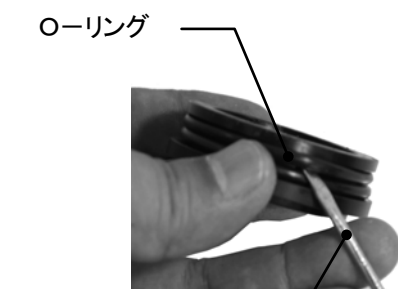

図7-12
- (5)O-リングを小さなマイナスドライバー等で外してください。スライダプッシャをずらし、内側のO-リングを外してください。その後各部品をきれいなウェス等で拭いてください。(図7-12、13)